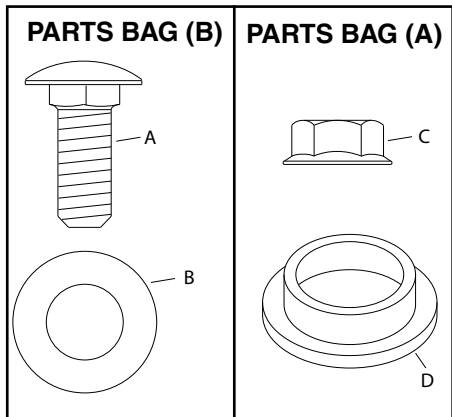

FIGURE 1
Step 1: (Fig. 1)
1. Open parts bags labelled (A) and (C) and verify that all parts are present.
1. Open parts bags (A) and (B) to verify that all parts are present.
Étape 1 : (Fig. 1)
- Ouvrir les sachets de pièces (A) et (C) et s'assurer qu'il n'en manque aucune.